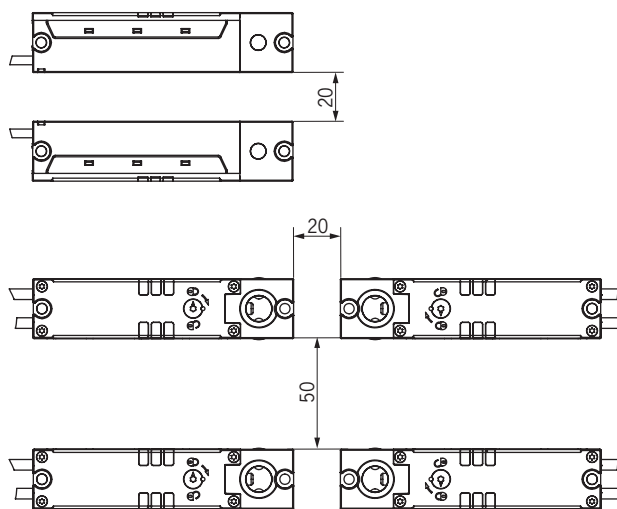

Fig.1: Distances minimales en cas de montage de plusieurs interrupteurs de sécurité
- En cas de montage de plusieurs interrupteurs de sécurité, respectez les distances minimales prescrites afin d'empêcher les perturbations réciproques, voir Fig.1 *Distances minimales en cas de montage de plusieurs interrupteurs de sécurité*, page 17.